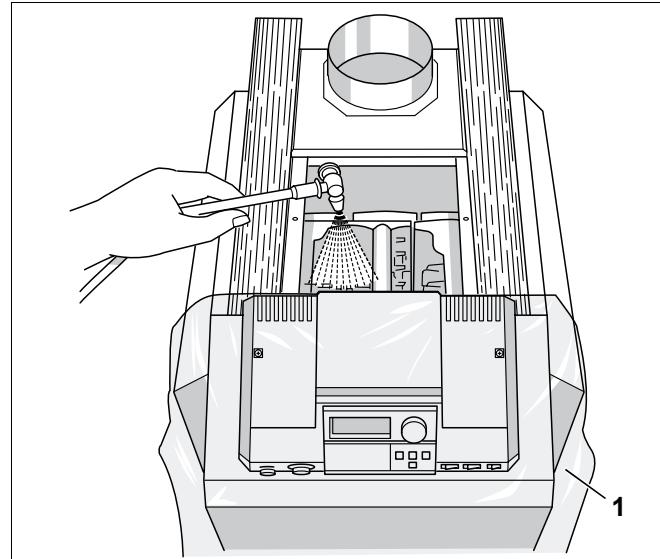

Рис. 42 Влажная чистка котла
- Накрыть систему управления пленкой (рис. 42, **поз. 1**). Не допускать попадания аэрозольного тумана в систему управления.
- Сверху распылить равномерно чистящее средство в газоотводящих каналах (рис. 42).